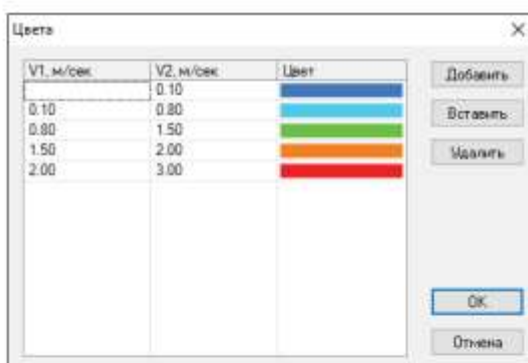

Рисунок 22.5. Настройка цветов для окраски
6. В появившемся окне задать значения параметров T2, (T1 заполняется автоматически) и указать соответствующий этому диапазону значений цвет окраски, (смотрите Рисунок 22.5. «Настройка цветов для окраски»).